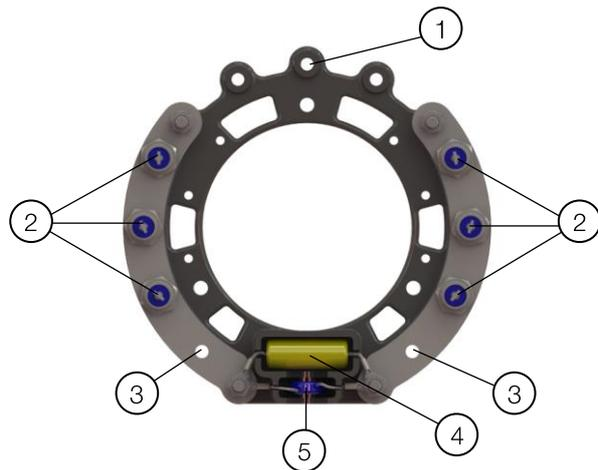

Figura 12.7: Rueda de diodos completa
5. Sustituir los componentes que estén dañados: diodos, varistor y condensador, identificados en la Figura 12.7.
Detalle de la Figura 12.7: